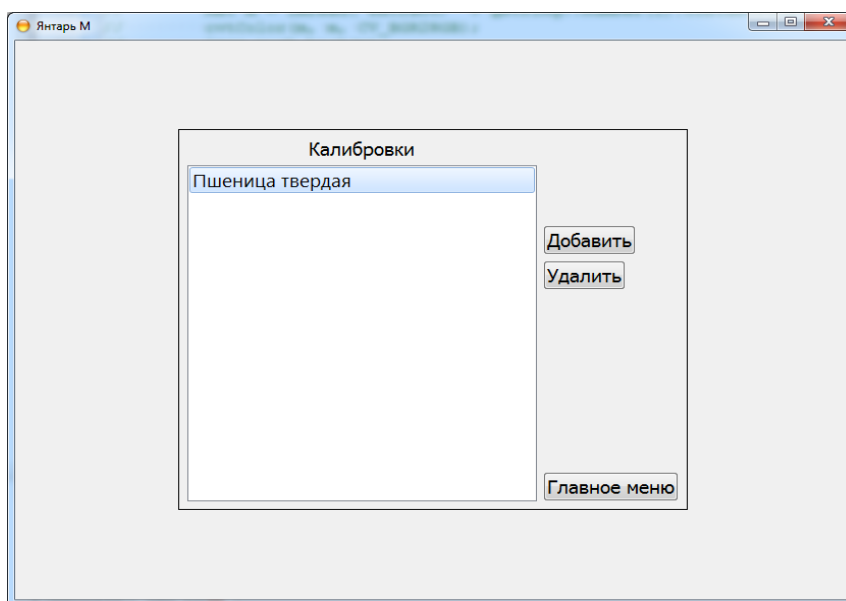

Рисунок 15.11. Список калибровок
- На экране откроется список калибровок (Рис. 15.11)